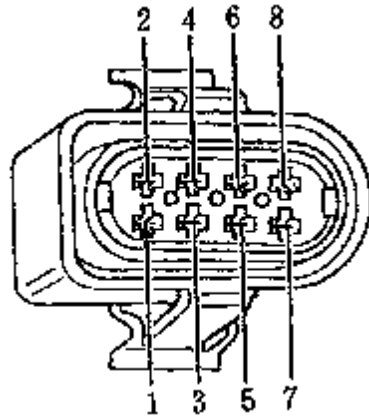

图 5-20 导线插头
(4) 如果显示没变成“怠速”，应关闭点火开关。把检测盒 V.A.G1598/22 同发动机控制单元线束相接，用便携式万用表 V.A.G1526 测量检测盒端子 67 和 69 之间的电阻，其规定值为导通（节气门关闭）。轻轻打开节气门，其规定值为不导通（怠速开关应打开）。
(5) 如没有达到规定要求，应先拔下节气门控制单元的导线插头（图 5-20），再检查导线是否对正极或地短路或断路。需要时，排除导线的故障。
拔下节气门控制单元导线的插头，把万用表 V.A.G1526（电压测量档）串接在端子 4 和地之间（图 5-20）。打开点火开关，其规定值约为 5V。
关闭点火开关，拔下节气门控制单元导线的插头，把检测盒 V.A.G1598/22 同发动机控制单元的导线相接。检查节气门电位计导线连接端子 4、5、7 分别与检测盒 V.A.G1598/22 插座端子 62、75、67 之间是否断路/对正极或负极短路（图 5-20）。如需要，排除导线的故障。如导线没有问题应检测节气门位置传感器。
（3）如果没有满足规定值的要求，应关闭点火开关。拔下节气门控制单元的导线的插头（图 5-20），把检测盒 V.A.G1598/22 同发动机控制单元的线束相连。检查插头的插脚 4、7、8 到检测盒上相应的插孔 62、67、74 之间的导线是否断路/或对正极或负极短路。需要时排除导线的故障。如导线没有问题应更换节气门控制单元（J338）。
（3）如节气门控制器没转动，应关闭点火开关。先拔下节气门控制单元的导线的插头（图 5-20），把 V.A.G1598/22 同发动机控制单元的线束相接。检测导线连接是否断路/或对正极或负极短路（图 5-20）。需要时，排除导线的故障。如导线没问题应更换节气门控制单元（J338）。